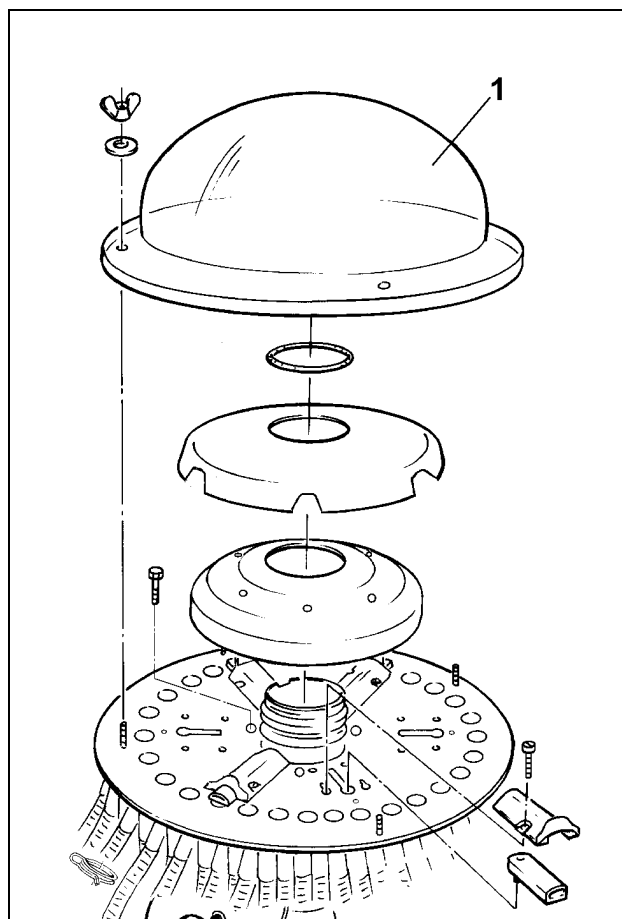

Рис. 108
- прозрачную пластиковую крышку (Рис. 108/1)
Для чистки распределительной головки снимите внешнюю крышку распределителя (Рис. 108/1).